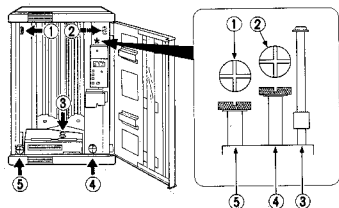

FIG. 2
Prière de desserrer les 5 vis et de les enlever à la main et avec un tournevis cruciforme de grande taille. Voir FIG. 2.
Les vis de transport enlevées doivent être conservées pour le futur. Prière de les garder dans le compartiment spécial situé à l'intérieur de l'appareil, identifié par un astérisque dans la FIG. 2.
4. Fixer les 5 vis qui ont été enlevées et conservées. Voir FIG. 2.